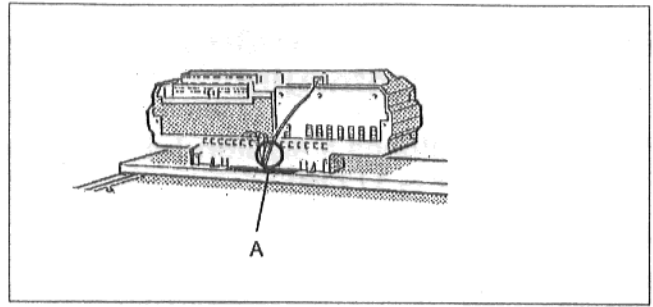

Fig. 44
- Racordurile la regleta cu fișe se vor efectua conform planului de conexiune. Fișele se ridică ușor de pe regleta cu fișe cu ajutorul unei șurubelnițe (Fig. 44).
Toate conductele pot fi fixate, cu ajutorul unui colier de cablu potrivit (cutia de livrare: aparat de reglare) în modul următor în cadrul colierului (Fig. 44/45).